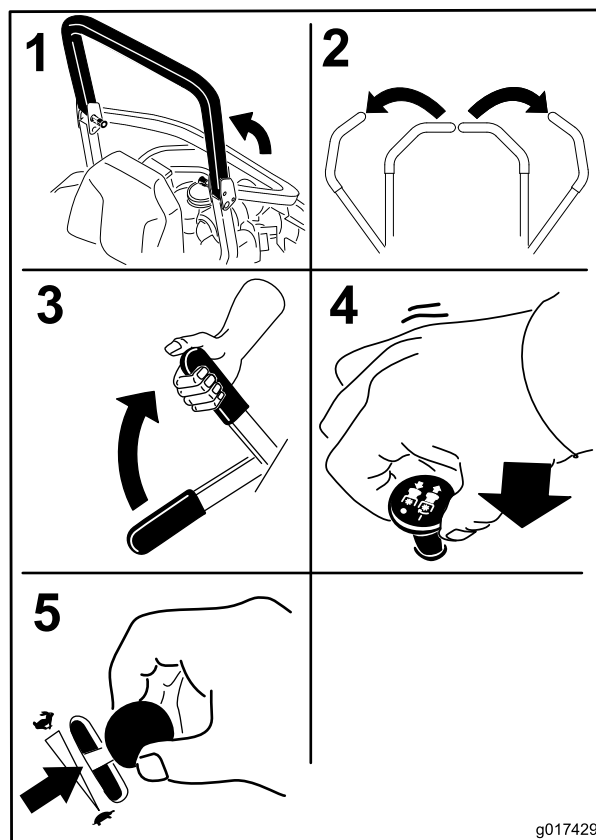

図 18
4. ブレード制御スイッチ（PT0）がOFF位置になっていることを確認する（図 18）。